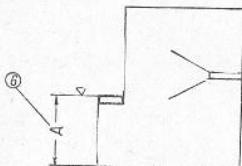

Рис. 56.
6. Зачистить упор шомпольной трубы и замерить его высоту  $A$  (рис. 56).